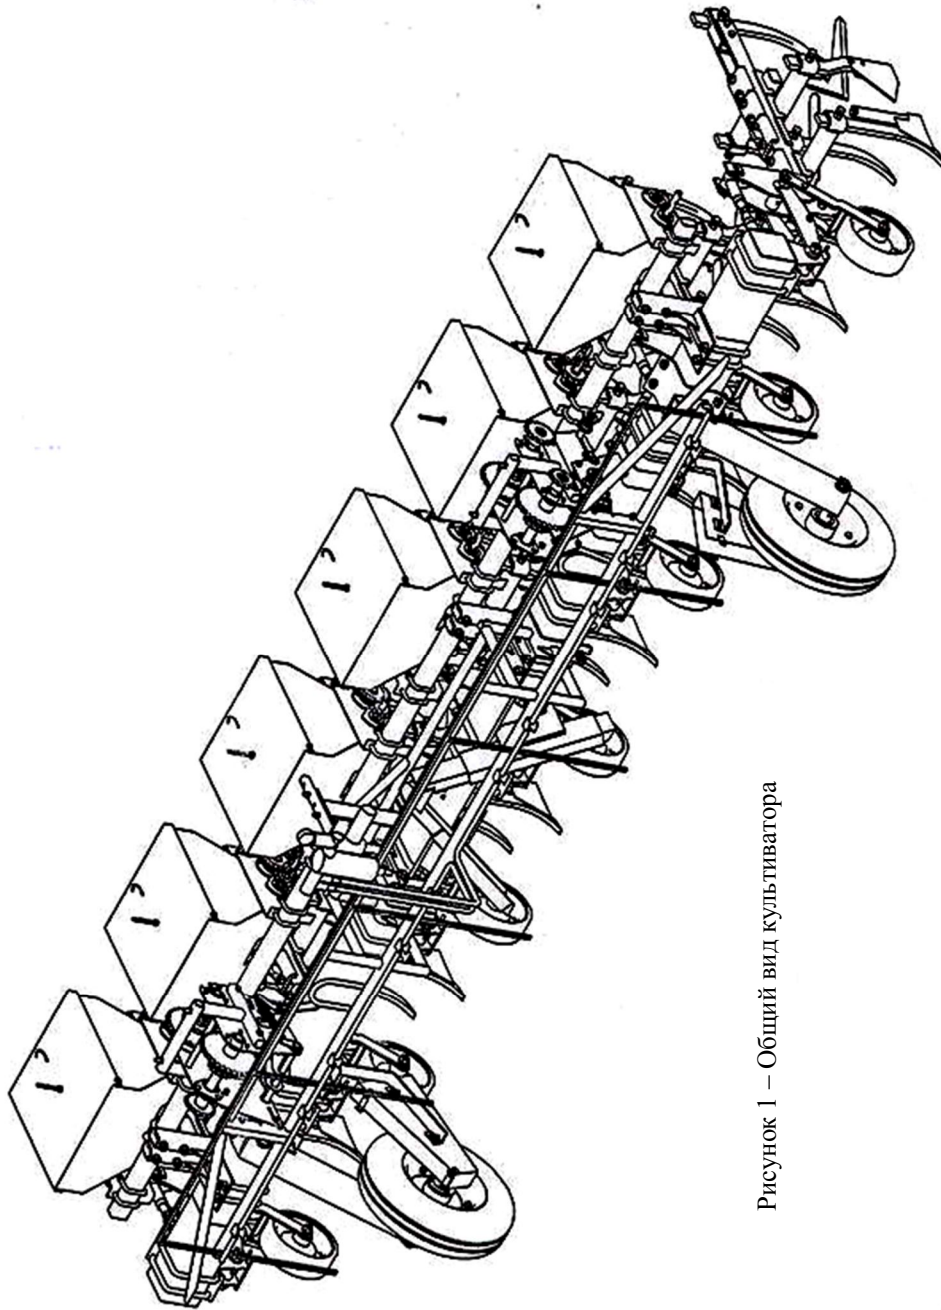

Рисунок 1 – Общий вид культиватора
3.1. Культиватор КРН-4,2А представляет собой навесную машину, состоящую из бруса, на который крепятся: замок автосцепки, два несущих колеса, семь секций рабочих органов (рис. 1).